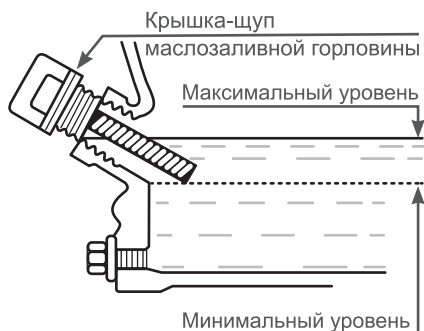

Рис. 11. Проверка уровня масла в картере
Максимальный уровень масла в картере соответствует нижней кромке заливного отверстия (Рис. 11).
4. Аккуратно извлеките щуп и осмотрите его. Уровень масла должен соответствовать верхней отметке на щупе. При недостаточном уровне масла в картере необходимо долить чистое масло до верхней отметки на щупе, что соответствует нижней кромке заливного отверстия (Рис. 11).